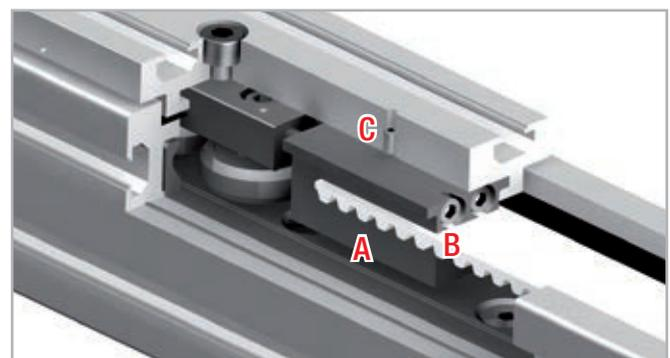

Fig. 15
1. Desenroscar los tornillos de seguridad C (en la parte superior del cursor) desde el dispositivo de tensado de la correa A (ver fig. 15).